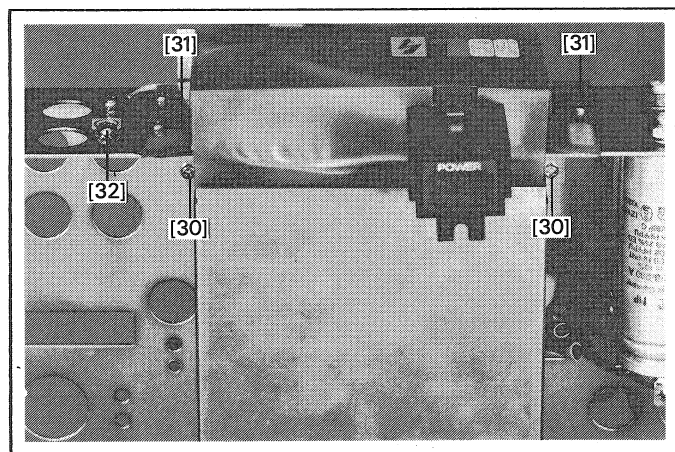

Fig. 16
- Desserrer 3 vis de fixation de platine [31] (fig. 16).